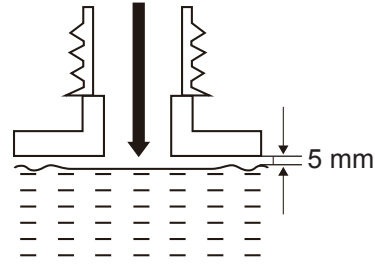

Fig. 7
- > No lo llene en exceso. Añada combustible hasta dejar como mínimo 5 mm de espacio entre la parte superior del combustible y el borde interior del depósito para permitir que se expanda (Fig. 7).